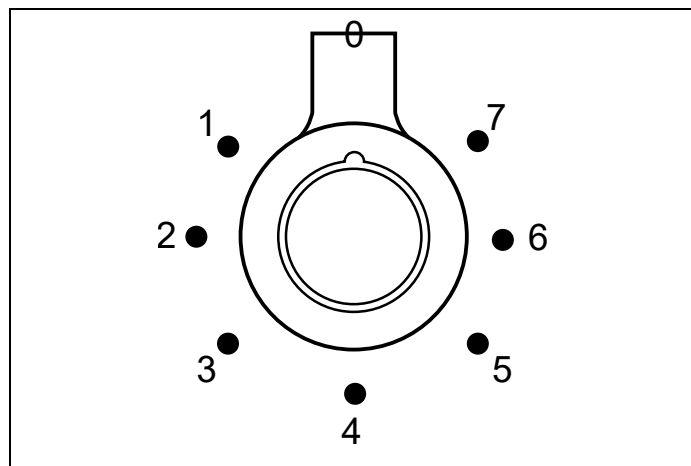

Fig. 20
- Tryk og drej knappen (Fig. 20) mod uret til den valgte position.